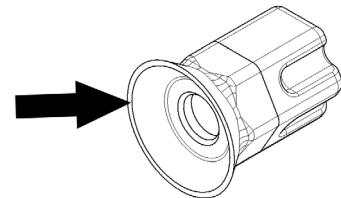

figure 13
**2** Tous les mois : vérifier l'usure de la garniture du joint hexagonal. S'il est usé, remplacer le joint par une pièce de rechange d'origine fournie par le fabricant (voir figure 13).